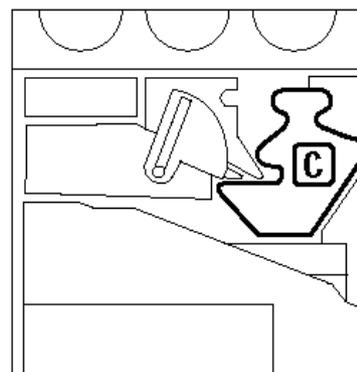

Figure 15 : Emplacement du flacon de récupération de développeur plein
- 3 Repérez le flacon de récupération de développeur (zone C, Figure 15).